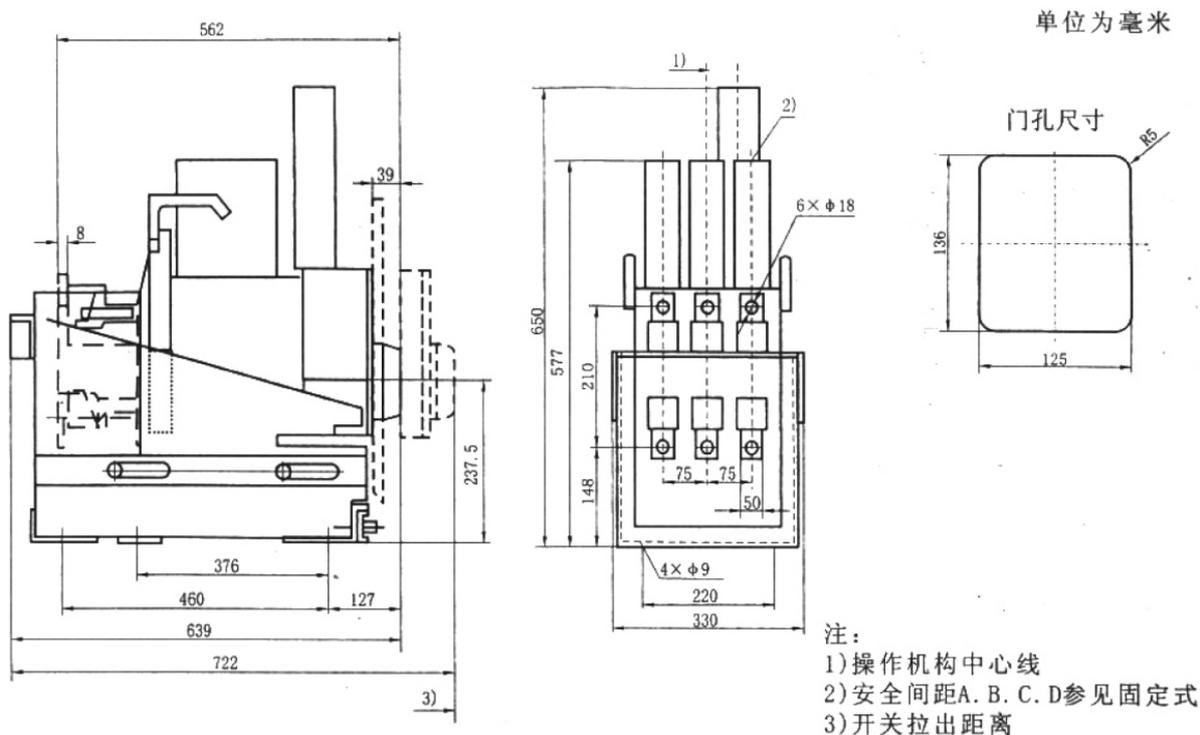

图22 RDW17-630~1600抽屉式外形及安装尺寸
8.7.4 RDW17-630~1600抽屉式断路器的外形尺寸见图22